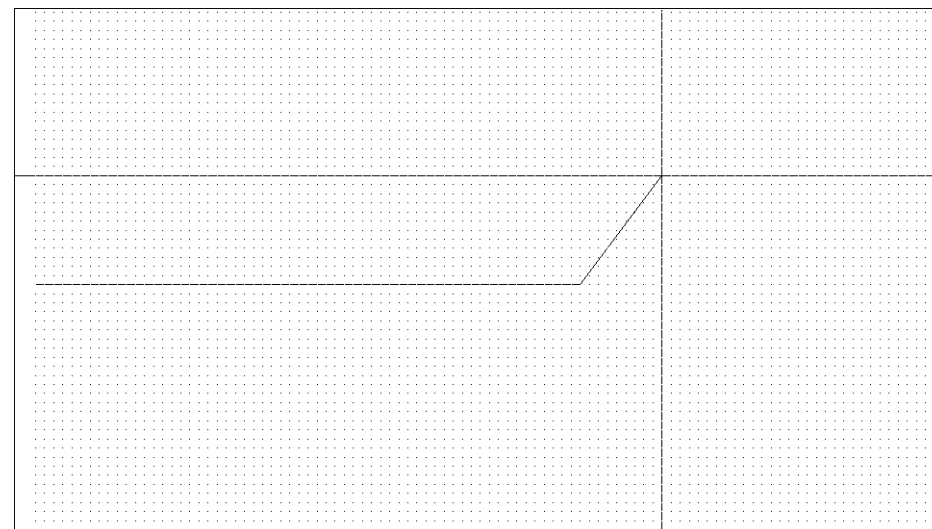

Рис. 3.10. Первая габаритная линия рабочей зоны детской комнаты
4. Продолжайте перемещать указатель-перекрестие по горизонтали вправо до тех пор, пока значение координаты не станет равным 3000.0<0.00. Щелкните в этой точке, и AutoCAD создаст линию, обозначающую длину рабочей зоны детской комнаты (рис. 3.10).